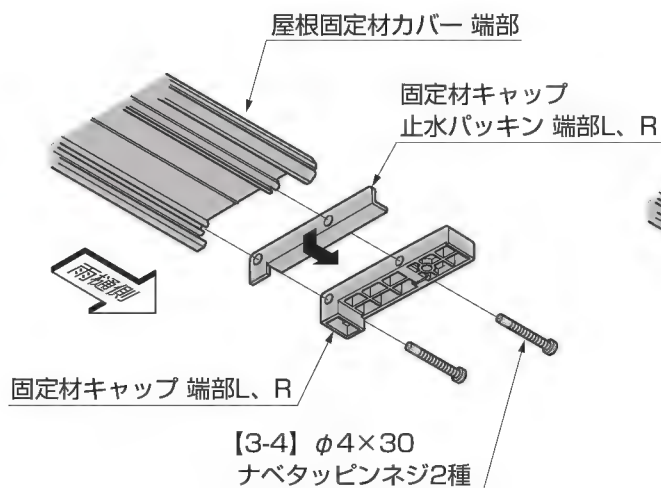

図9-10 端部
- ①固定材キャップ止水パッキン 端部L、R、固定材キャップ 端部L、Rを屋根固定材カバー 端部の雨樋側に【3-4】で取付けてください。(図9-10参照)